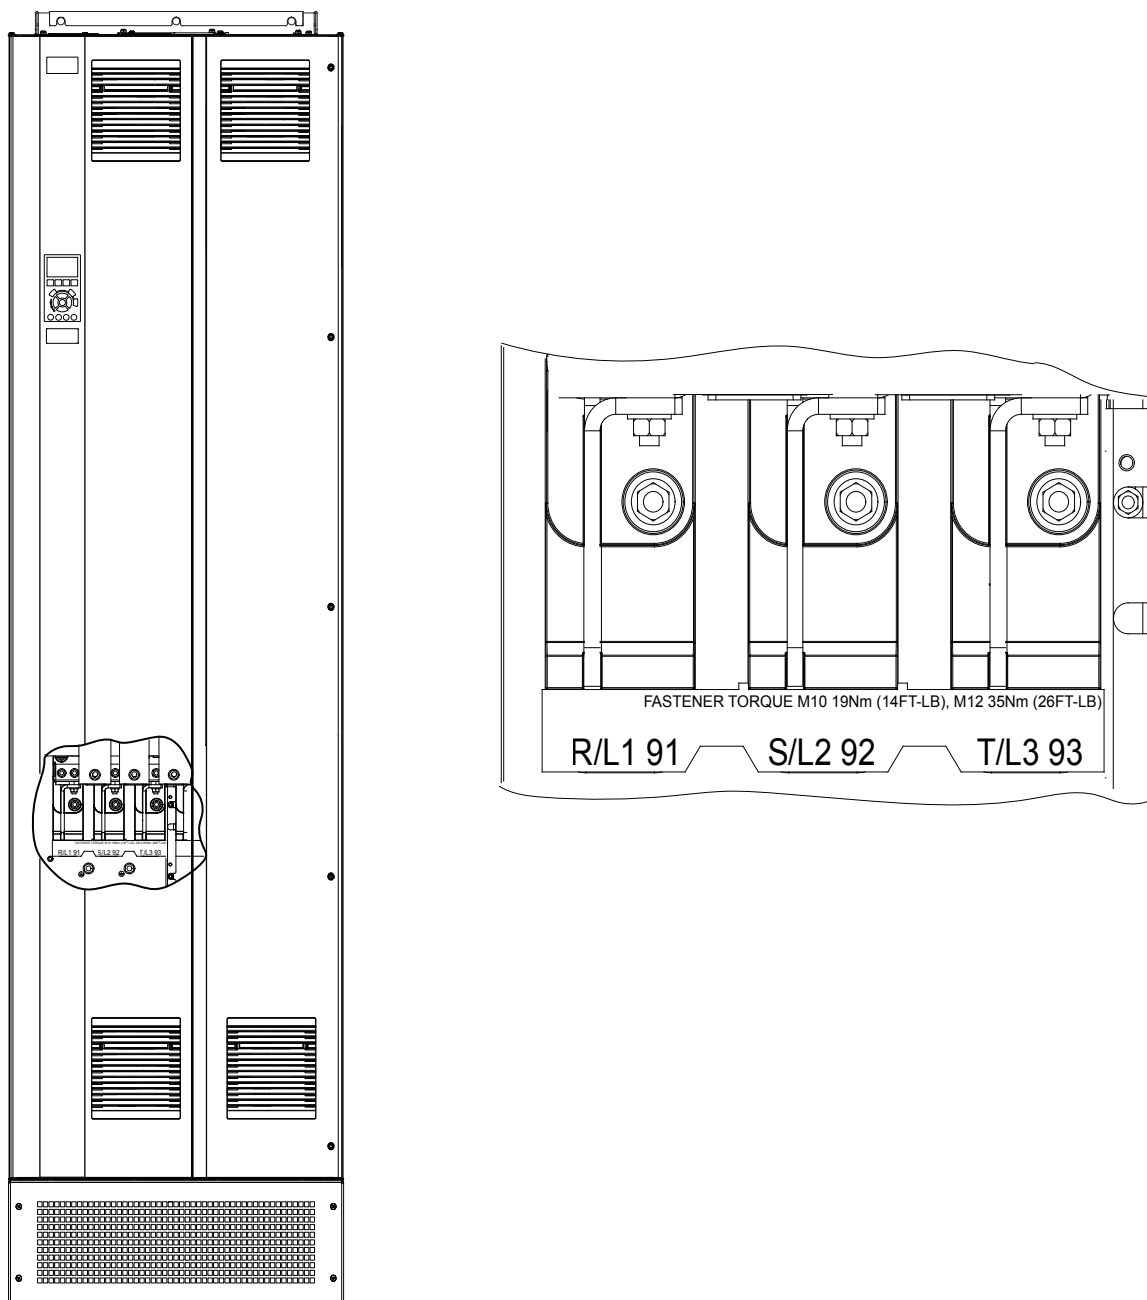

図 5.4 交流主電源端子 (E1h 表示)。端子の詳細ビューについては、章 5.7 端子寸法を参照してください
4. 3 相交流入力電力のワイヤを端子 R、S、T に接続します (図 5.4 を参照)。